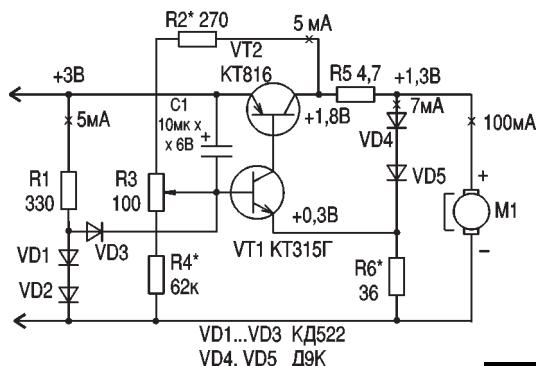

рис. 2
Схема СОД КМП изображена на **рис. 2**. Он представляет собой компенсационный стабилизатор напряжения на транзисторах VT1 и VT2 разной проводимости, обладающий триггерным эффектом, защищающим VT2 при коротком замыкании, с резистором R5 в цепи ПОС. Транзистор VT1 – элемент сравнения, VT2 – регулирующий элемент.
**По рис.2.** Транзистор VT1 любой кремниевый с  $B=150$  VT2 можно заменить на любой кремниевый транзистор с минимальным напряжением насыщения и достаточным запасом по мощности: KT814, KT502, Г403 с  $B=60...80$ . Резисторы типа МЛТ-0,125. Конденсаторы малогабаритные типа K10-17А, K53-26 с рабочим напряжением 4–6 В. Диоды VD1–VD3 любые малогабаритные кремниевые типа
**Настройка.** Через резистор 0,5–1 МОм на B1 подают со звукового генератора (3Г) напряжение, соответствующее началу ограничения ОУ. Резисторами R5 или R7 симметрируют ОУ, а резистором R8 устанавливают одинаковый коэффициент усиления каждого канала. Уменьшив амплитуду сигнала примерно втрое от начала ограничения, перестраивают ЗГ (при постоянной амплитуде) по частоте и подбором конденсатора C1 настраивают контур B1, C1 в резонанс. Настройку СОД начинают с проверки режимов, указанных на рис.2. При их соответствии в пределах  $\pm 20\%$  схема в дополнительной настройке не нуждается.